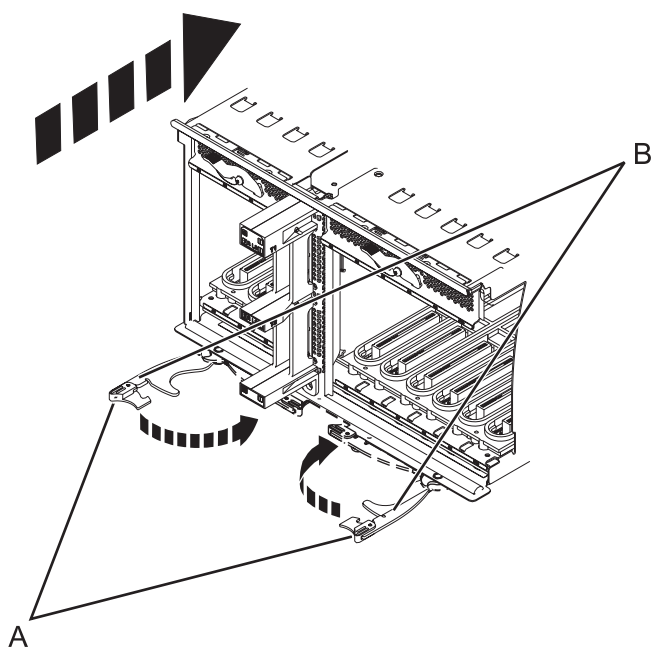

Figure 61. Installation de la carte mère d'entrée-sortie sur un modèle monté en armoire
8. Insérez la carte mère d'entrée-sortie fermement dans le serveur, comme indiqué dans la figure 61, à la page 81.
9. Fixez la carte mère d'entrée-sortie avec les languettes de verrouillage (A), comme indiqué dans la figure 61, à la page 81.